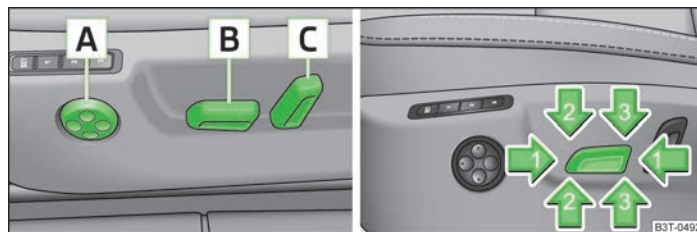

Fig. 54 Elementos de mando para el ajuste eléctrico de los asientos
- Presionar el conmutador **B** » fig. 54 hacia delante o bien hacia atrás en la dirección indicada por la flecha 1.
- Presionar el conmutador **B** » fig. 54 hacia arriba o bien hacia abajo.
- Presionar el conmutador **B** » fig. 54 en el sentido de la flecha 2 o 3.
- Presionar el conmutador **C** » fig. 54 en la dirección de ajuste deseada.
- Presionar el conmutador **A** » fig. 54 hacia delante o bien hacia atrás.
- Presionar el conmutador **A** » fig. 54 hacia arriba o bien hacia abajo.